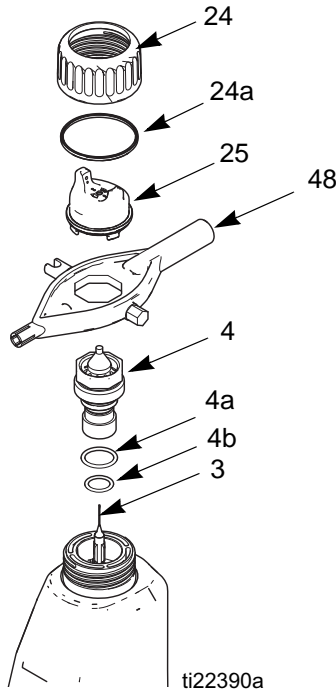

FIG. 18. Hava Başlığı/Nozulun Değiştirilmesi
2. Tutma halkasını (24) ve hava başlığını (25) sökün. Bkz. FIGURE 18.
3. Çok işlevli alet (48) ile akışkan nozulu (4) tertibatını sökerken tabancayı yukarıya yönlendirin.